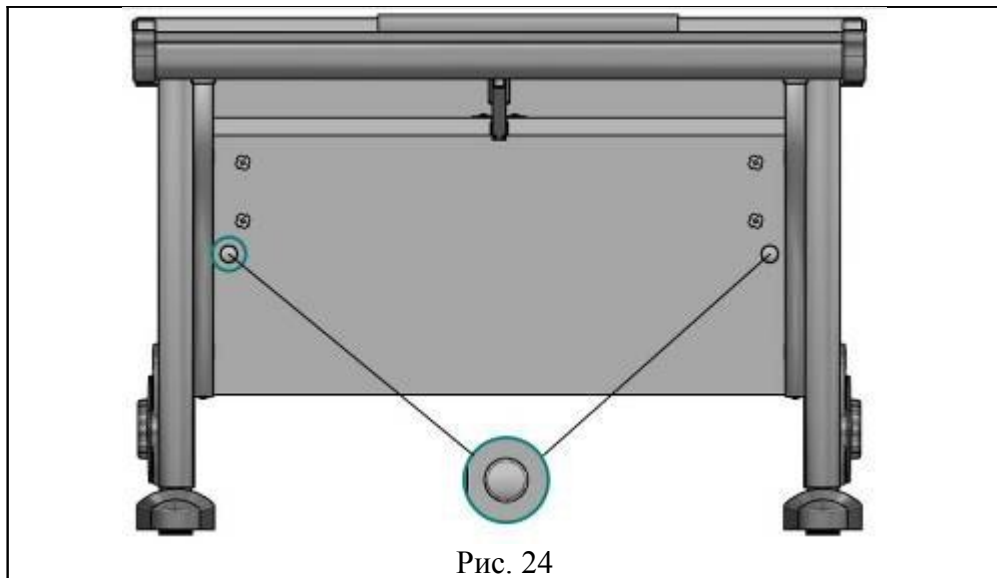

Рис. 24
5.1. Установить заглушки эксцентрика (поз. 7 пакет №3) согласно рис. 24.